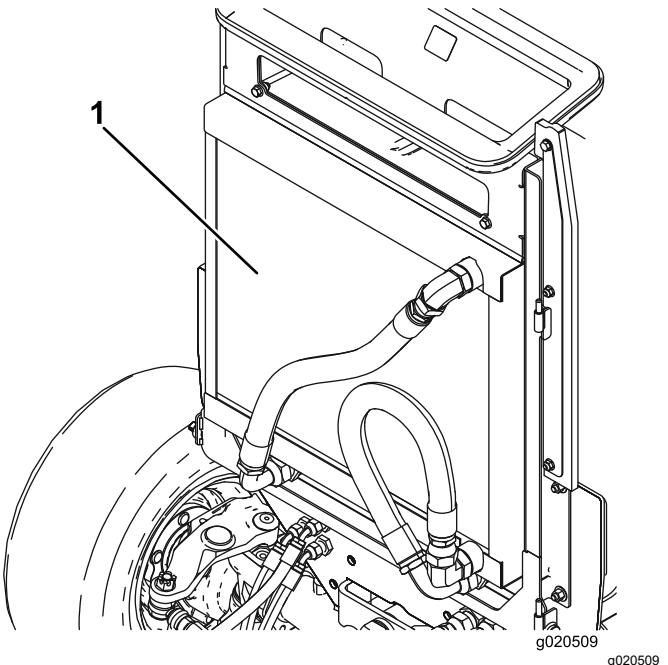

図 86
5. オイルクーラとラジエターの裏表を圧縮空気で丁寧に清掃する**図 86**。